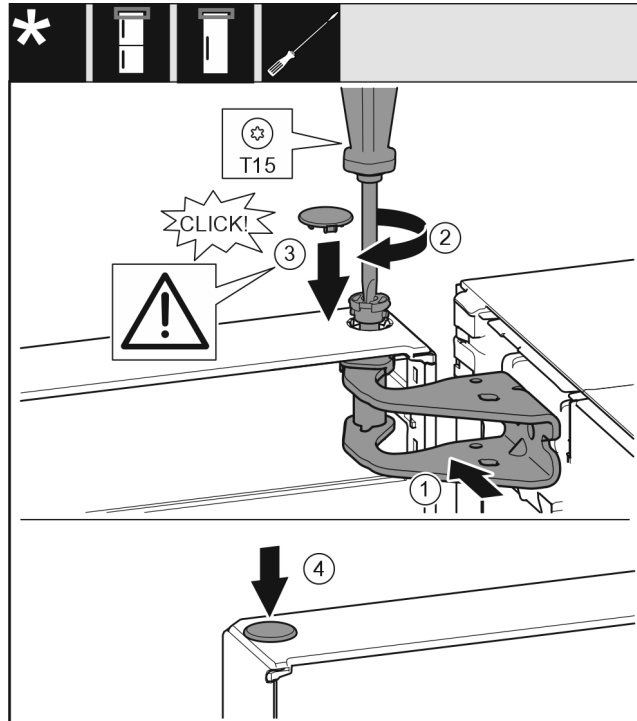

Fig. 24
- ▶ Выровняйте дверь вверх по отверстию в опорном кронштейне. Fig. 24 (1)
- ▶ Вставьте палец Fig. 24 (2) и затяните отверткой.
- ▶ Установите предохранительную крышку Fig. 24 (3) для защиты двери: вставьте предохранительную крышку и проверьте, прилегает ли она к двери. В ином случае вставьте палец полностью.
- ▶ Вставьте заглушку Fig. 24 (4).